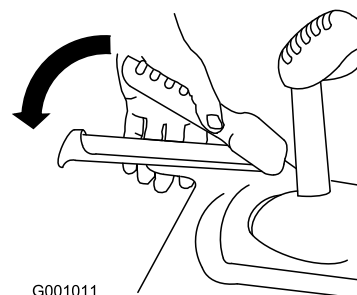

Bild 29
- Drücken Sie zum Einkuppeln des Fahrtriebs den linken Hebel (Fahrtrieb) zum Handgriff (Bild 29).